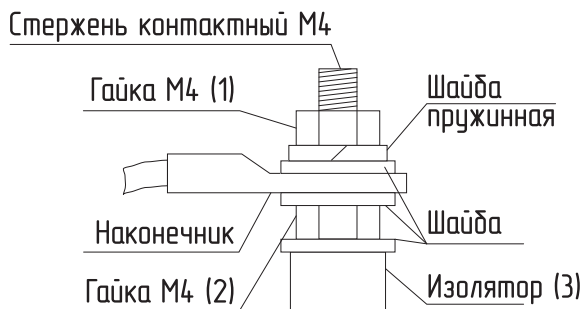

Рис.6 Присоединение проводов к выводам блок ТЭН
- при замене блок ТЭН присоединение фазных проводов к выводам блок ТЭН производить согласно **Рис.6**. Сечение кабеля указано в **Таб.1**;
- провод нейтрали «N» подключить на перемычку блока ТЭН (**Рис.6**).